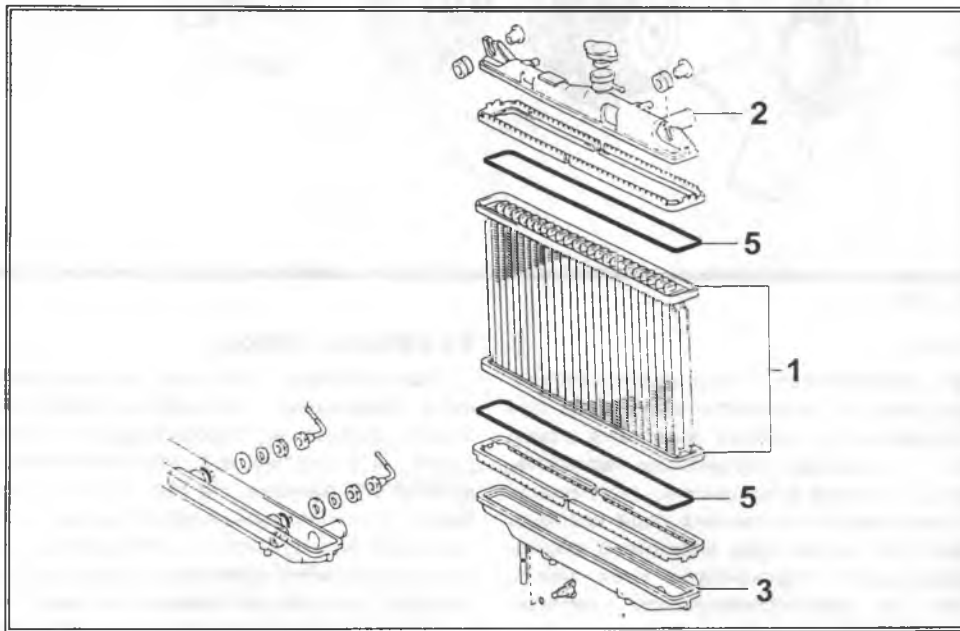
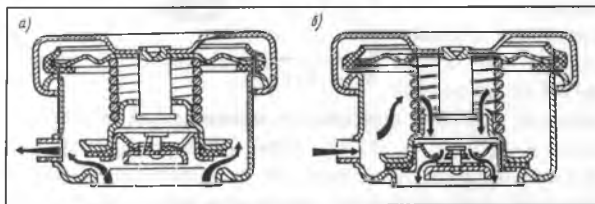

Рис. 107
Рис. 108
Радиатор состоит из сердцевины (1), верхнего (2) и нижнего (3) бачков (Рис. 107). Бачки соединяются с сердцевиной с помощью соединительных элементов (4). Герметичность обеспечивается установкой уплотнительных колец (5). На моделях с автоматической коробкой передач к нижнему бачку подсоединяется контур охлаждения масляного радиатора коробки для охлаждения жидкости, циркулирующей через радиатор. В верхнем бачке имеется заливная горловина с пробкой, которая герметично закрывает радиатор и сообщает систему с расширительным бачком через впускной и выпускной клапаны. При достижении в системе определенного давления (обычно порядка $1,4-1,6 \text{ кг/см}^2$) выпускной клапан открывается и через него пары и охлаждающая жидкость поступают в расширительный бачок (Рис. 108а). При охлаждении жидкости давление в системе падает и при до-
впускной клапан крышки радиатора, пропуская жидкость из расширительного бачка в радиатор (Рис. 108б). При такой конструкции охлаждающая жидкость в системе закипает только при температуре порядка $105-110^\circ\text{C}$. На более старых моделях крышка радиатора имеет только один клапан, который открывается при определенном избыточном давлении в системе (обычно при давлении порядка $1,1 \text{ кг/см}^2$) и дает возможность выхода паров в атмосферу.